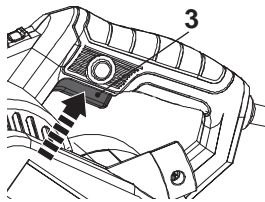

Fig. 13
1. Ligar o produto ao pressionar o interruptor ligar/desligar (3) (Fig. 13)